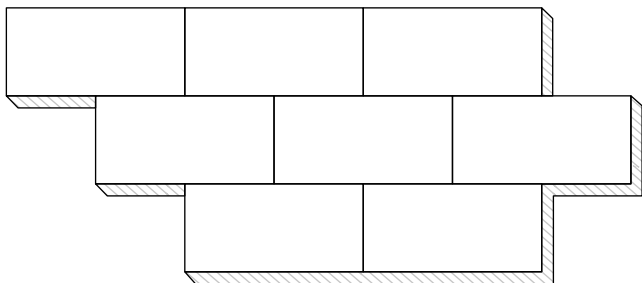

Рисунок 5.4. Смещение плит одного слоя при укладке
5.3.10. Теплоизоляционные плиты одного слоя необходимо уложить легким прижимом со смещением в соседних рядах, равным половине их длины (рис. 5.4). При укладке необходимо обеспечивать ровность верхней плоскости теплоизоляционного слоя.